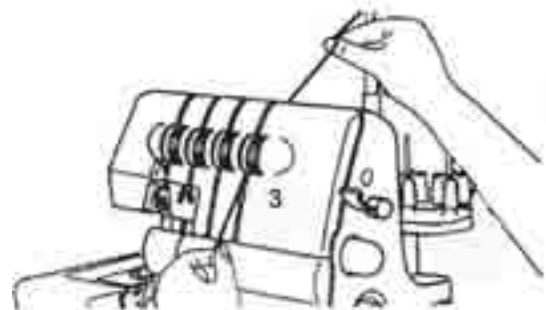

Abb.21
3. Halten Sie den Faden mit den Fingern fest, führen Sie ihn zwischen den Scheiben des Fadenspannungswählers 17 hindurch und ziehen Sie ihn dann nach unten (3) (Abb. 21).